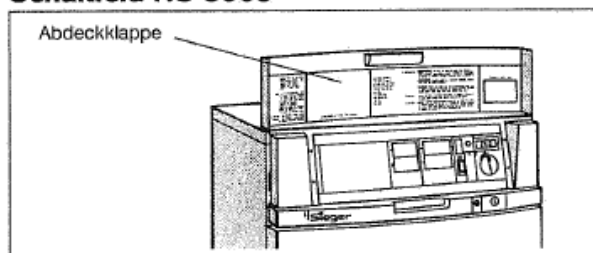

Abb. 1 Schaltfeld HS 3003
- Abdeckklappe öffnen (Abb. 1)